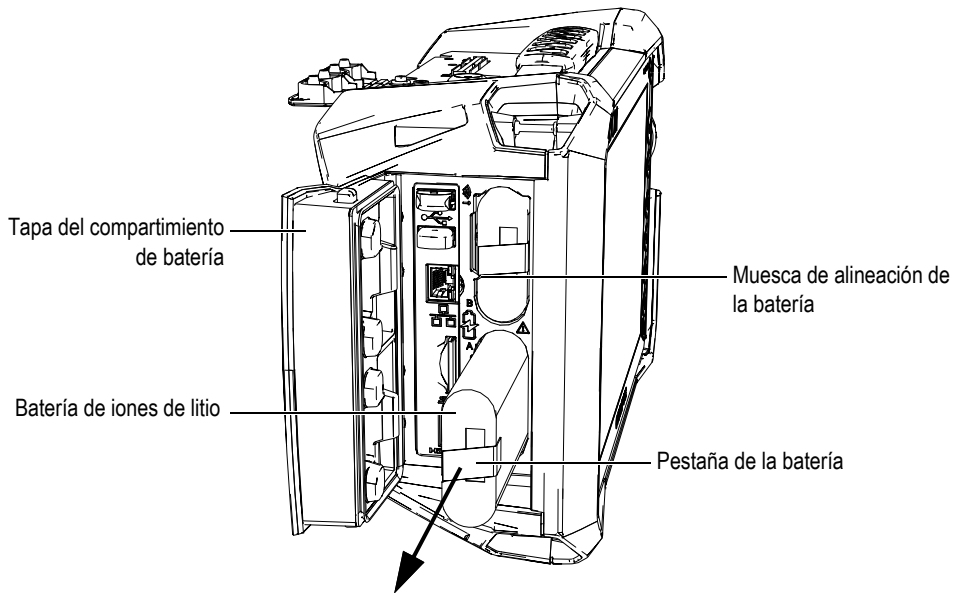

Figura 3-3 Extracción de una batería de iones de litio
2. Empuje la batería hacia el interior. A continuación, tire hacia la izquierda la pestaña de la batería, y retire la batería (ver Figura 3-3 en la página 47).